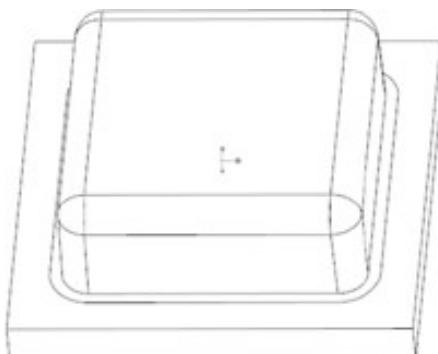

图1-52 打开型芯的实体
Step 06 在屏幕左边的“模型树”中选中“型芯.prt”，在活动窗口中单击“打开”按钮，打开型芯的实体，按住鼠标中键，翻转实体后，如图1-52所示。